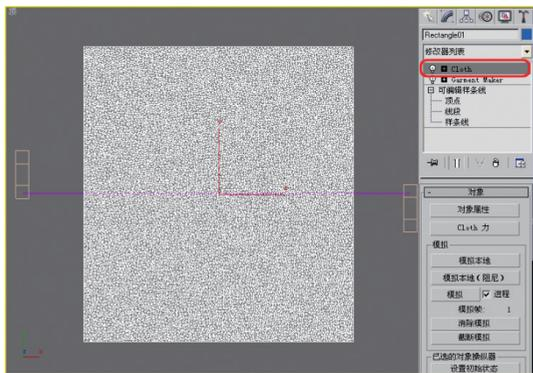

图9-71 添加Cloth修改器
**02** 然后，再在修改器列表选中Cloth选项，如图9-71所示。